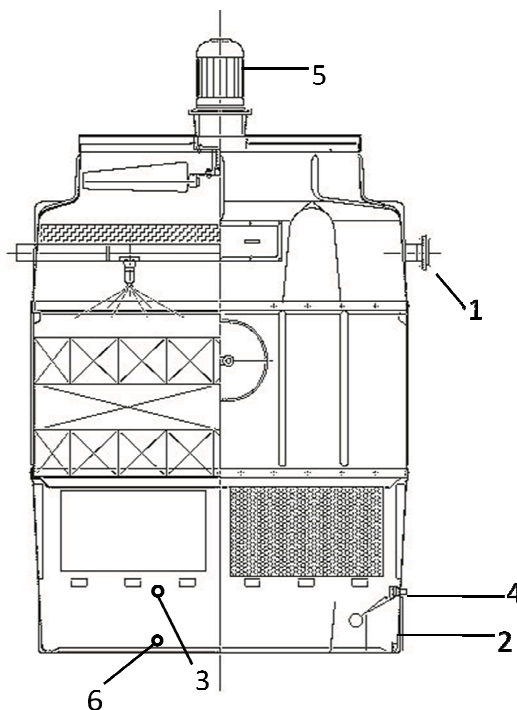

Fig. 24
- a) Connection of the inlet pipe (Fig 24/1).
- b) Connection of the outlet pipe (Fig 24/2).
- c) Connection of the overflow pipe (Fig. 24/3).
- d) Connection of the make-up fresh water pipe of the float valve (Fig 24/4).
- f) Electric connection of the fan motor (according to the connection diagram included in the terminal box), magnetic valves, thermostats, etc. (Fig 24/5).
- g) Drain pipe connection (Fig 24/6).
- a) Raccordement de la tuyauterie d'entrée (fig. 24/1).
- b) Raccordement de la tuyauterie de sortie (fig. 24/2).
- c) Raccordement de la tuyauterie de déversoir (fig. 24/3).
- d) Raccordement de la tuyauterie d'eau d'appoint de la vanne à flotteur (fig. 24/4).
- f) Raccordement électrique du moteur du ventilateur (selon le schéma de connexion qui est dans la boîte à bornes), valves magnétiques, thermostats, etc. (fig. 24/5).
- g) Branchement de la tuyauterie de drainage (fig. 24/6).
- a) Conexión de la tubería de entrada (fig. 24/1).
- b) Conexión de la tubería de salida (fig. 24/2).
- c) Conexión de la tubería de rebosadero (fig. 24/3).
- d) Conexión de la tubería de agua de aporte de la válvula de flotador (fig. 24/4).
- f) Conexionado eléctrico del motor del ventilador (según esquema de conexión contenido en la caja de bornas), válvulas magnéticas, termostatos, etc. (fig. 24/5).
- g) Conexionado de la tubería de drenaje (fig. 24/6).